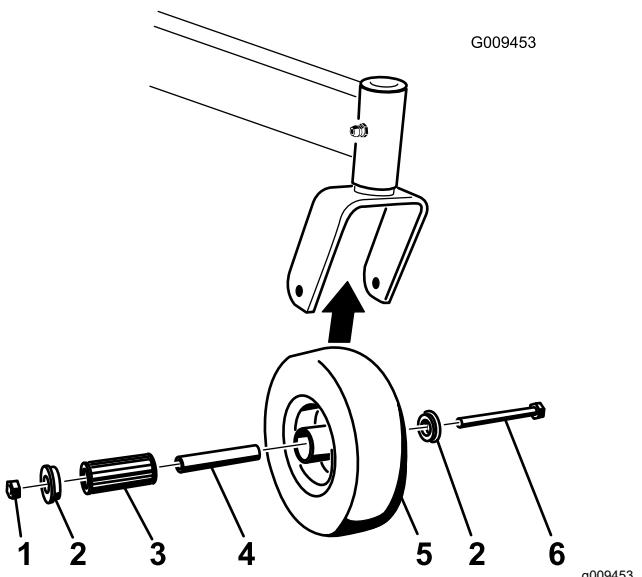

Рисунок 60
1. Удалите контргайку и колесный болт, с помощью которых поворотное колесо крепится к вилке (Рисунок 60).
2. Снимите одну из втулок, затем извлеките распорную втулку и роликовый подшипник из ступицы колеса (Рисунок 60).
3. Извлеките вторую втулку из ступицы колеса и удалите всю смазку и грязь из ступицы (Рисунок 60).
Примечание: Замените поврежденные или изношенные детали (Рисунок 60).
5. Вставьте одну втулку в ступицу колеса (Рисунок 60).
6. Смажьте роликовый подшипник и распорную втулку и вставьте их в ступицу колеса (Рисунок 60).
7. Вставьте вторую втулку в ступицу колеса (Рисунок 60).
8. Установите поворотное колесо в вилку поворотного колеса и закрепите при помощи колесного болта и контргайки (Рисунок 60).
9. Затяните контргайку так, чтобы распорная втулка была прижата к внутренней поверхности поворотных вилок (Рисунок 60).